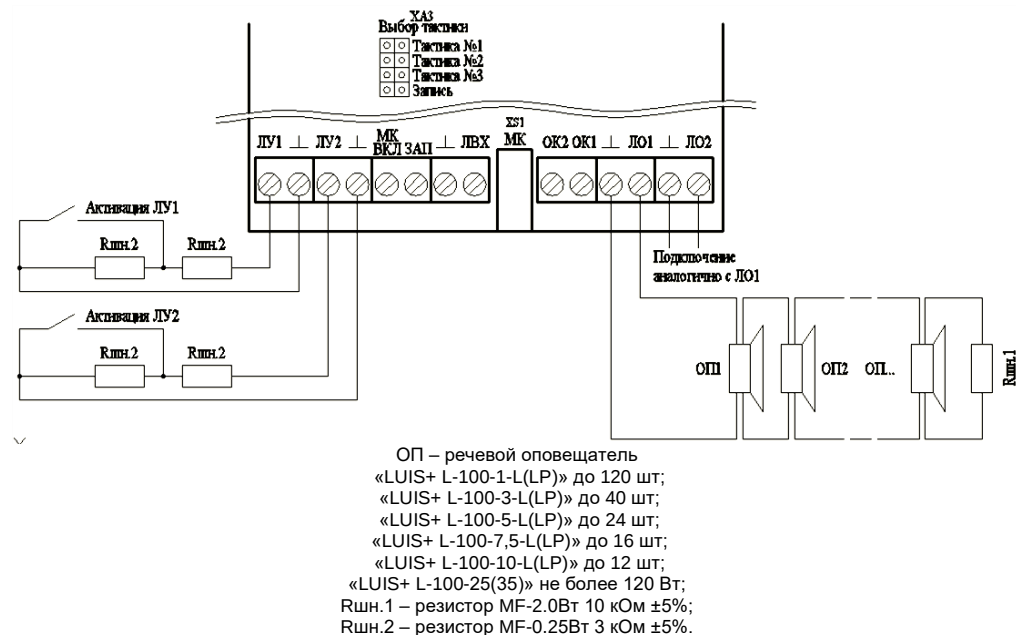

Рисунок 4. Схема внешних подключений линий управления (ЛУ1 и ЛУ2) и оповещения (ЛО1 и ЛО2)
- «ЛУ1» и «ЛУ2» данные входы служат для запуска оповещения от ПКП или устройства дистанционного пуска (УДП), каждая линия контролируется на обрыв и КЗ двумя последовательно включенными резисторами $3,0\text{кОм} \pm 5\%$ (см. рис. 4).
- «ЛО1» и «ЛО2» данные входы служат для подключения речевых оповещателей (до 120 шт. «ЛУИС+ L-100-1-L(LP)»; до 40 шт. «ЛУИС+ L-100-3-L(LP)»; до 24 шт. «ЛУИС+ L-100-5-L(LP)»; до 16 шт. «ЛУИС+ L-100-7.5-L(LP)»; до 12 шт. «ЛУИС+ L-100-10-L(LP)»; не более 120Вт ЛУИС+ L-100-25(35) суммарно на две линии оповещения), каждая линия контролируется на обрыв и КЗ одним резистором $10,0\text{кОм} \pm 5\%$ (см. рис. 4).